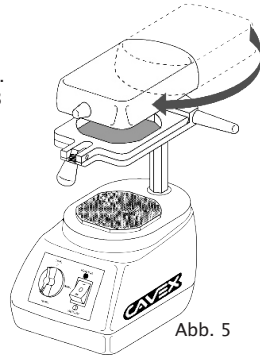
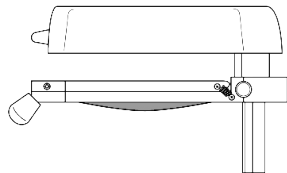

Abb. 5
Abb. 6
4. Drehen Sie das Heizelement über den Rahmen mit der Tiefziehplatte (Abb. 5). Erhitzen Sie die Platte, bis diese 2 bis 3 Zentimeter durchhängt (Abb. 6).